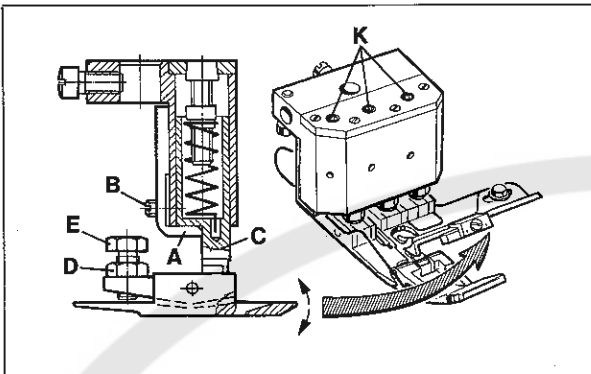

Fig.47
The tipping angle of the presser foot bottom in the middle is adjustable. For adjustment remove the presser foot. Loosen nut (D, Fig. 47) and adjust with screw (E) the required tipping angle. Retighten nut (D).
With the six screws (B, Fig. 47) the stop plate (A) for the three guides (C) for the two presser foot bottoms and the yielding section is adjusted so the bottoms and the yielding section will spring freely but do not turn laterally.
Der Kippwinkel der mittleren Drückerfußsohle ist einstellbar. Bauen Sie zur Einstellung den Drückerfuß aus. Lösen Sie die Mutter (D, Fig. 47) und stellen Sie mit der Schraube (E) den gewünschten Kippwinkel ein. Ziehen Sie die Mutter (D) wieder an.
Mit den sechs Schrauben (B, Fig. 47) wird die Anschlagplatte (A) für die drei Führungen (C) der beiden Drückerfußsohlen und des Seitenteils so eingestellt, daß Sohlen und Seitenteil frei federn aber sich seitlich nicht verdrehen können.